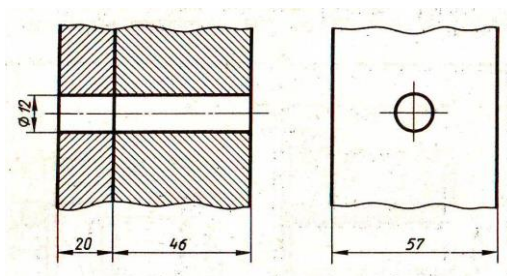

Рис. 1
7.1.Начертите соединение двух деталей болтом. Размеры болта подберите по ГОСТу (рис.1)